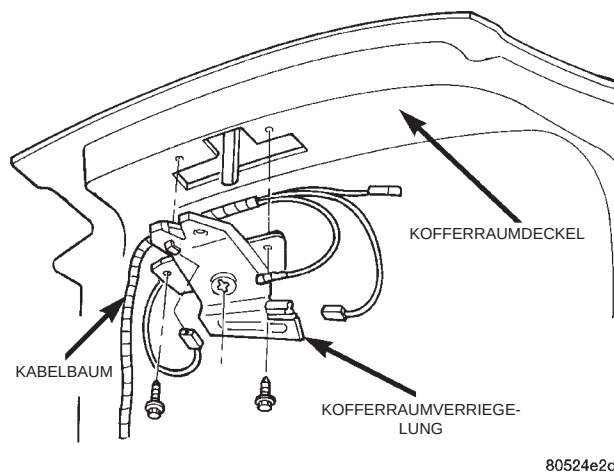

Abb. 73 Kofferraumverriegelung
(1) Kofferraum entriegeln und Kofferraumdeckel öffnen.
(2) Zur Erleichterung des Einbaus den Umfang der Kofferraumverriegelung am Kofferraumdeckel markieren.
(3) Je nach Ausstattung, die Steckverbinder vom Magnetschalter der ferngesteuerten Kofferraumentriegelung abziehen (Abb. 73).
(4) Befestigungsschrauben lösen, mit denen die Kofferraumverriegelung am Kofferraumdeckel befestigt ist.
(5) Kofferraumverriegelung aus dem Fahrzeug nehmen.